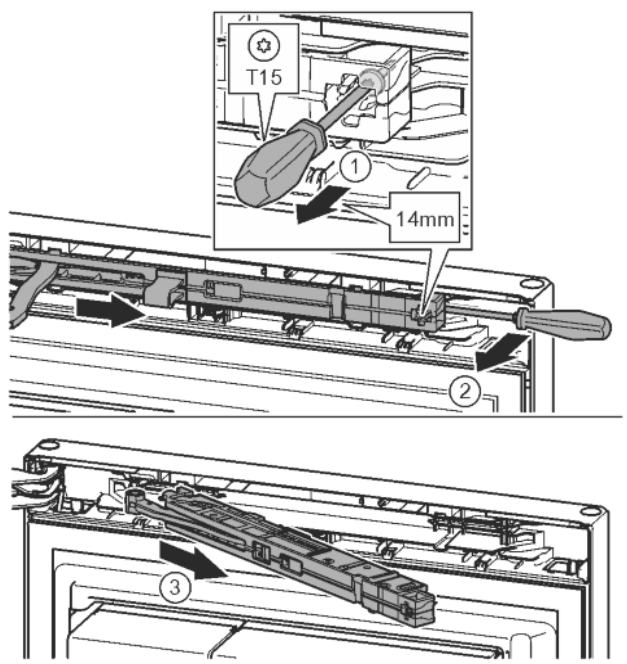

Fig. 11
- ▶ Przy pomocy śrubokręta T15 odkręcić śrubę na amortyzatorze zamykania drzwi ok. 14 mm. *Fig. 11 (1)*
- ▶ Od strony uchwytu, za amortyzator zamykania drzwi wsunąć śrubokręt i obrócić do przodu. *Fig. 11 (2)*
- ▶ Wyjąć amortyzator zamykania drzwi. *Fig. 11 (3)*